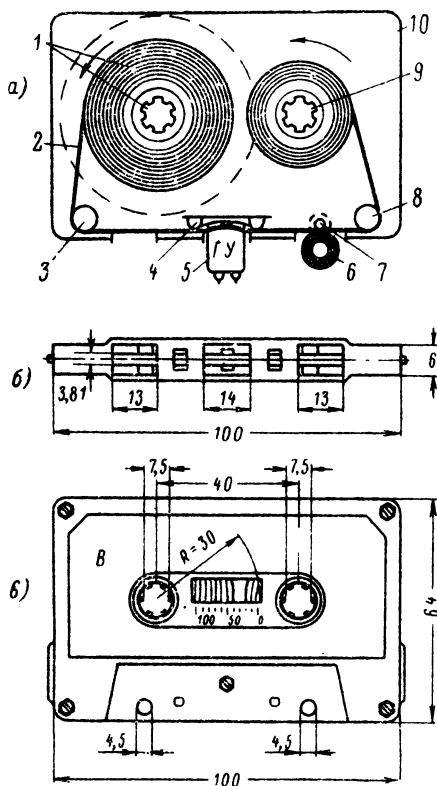

Рис. 22. Устройство и размеры кассеты типа С.
**Устройство кассеты** (рис. 22). Кассета имеет прямоугольную форму и состоит из двух симметричных половин, скрепленных между собой пятью винтами. В кассете (рис. 22, а) находятся два сердечника 1 и 9, на которые наматывается магнитная лента 2 рабочим слоем наружу. В корпусе кассеты 10 имеются отверстия для ее установки на направляющие штыри, отверстие для ведущего вала и два шестигранных отверстия для установки кассеты на шпиндели боковых узлов магнитофона.
С передней стороны (рис. 22, б) в корпусе кассеты имеются три окошечка (выреза): центральное — для подвода универсальной головки к магнитной ленте и боковые — для прижимного обрезиненного ролика. Против центрального окошечка (рис. 22, а) в кассете за магнитной лентой расположен экран, он предназначен для защиты магнитной головки 5 от помех. Перед экраном находится плоская пружина с наклеенной фетровой подушечкой 4 для прижима ленты к магнитной головке 5.
При движении лента проходит по вращающимся роликам 3 и 8, которые также находятся внутри кассеты. Для наблюдения за лентой в кассете предусмотрено прозрачное окошко, край которого снабжен шкалой для определения количества ленты на сердечниках (рис. 22, в).